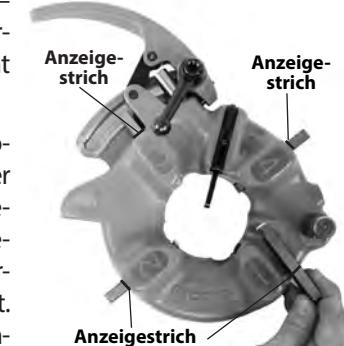

Abbildung 9 – Einsetzen der Schneidbacken
- Die entsprechenden Schneidbacken in den Schneidkopf einsetzen, mit der nummerierten Kante nach oben, bis der Anzeigestrich bündig mit der Kante des Schneidkopfs ist (siehe Abbildung 9). Die Zahlen auf den Schneidbacken müssen denen an den Schlitten des Schneidkopfs entsprechen. Wechseln Sie Schneidbacken immer als Satz – Schneidbacken aus verschiedenen Sätzen nicht mischen.